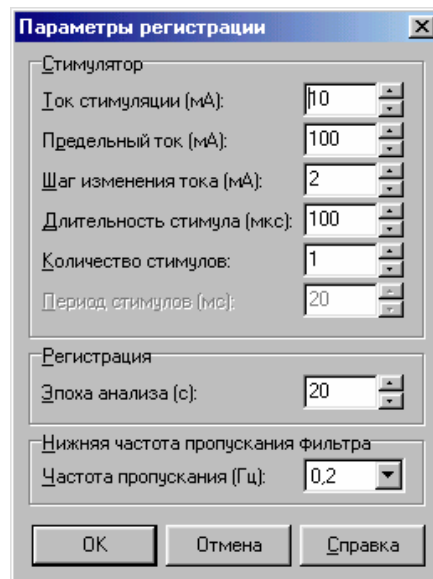

Рис. 3.71
2. В начале пробы и по команде **Настройка|Параметры регистрации** выдается диалоговое окно с параметрами регистрации (Рис. 3.71).